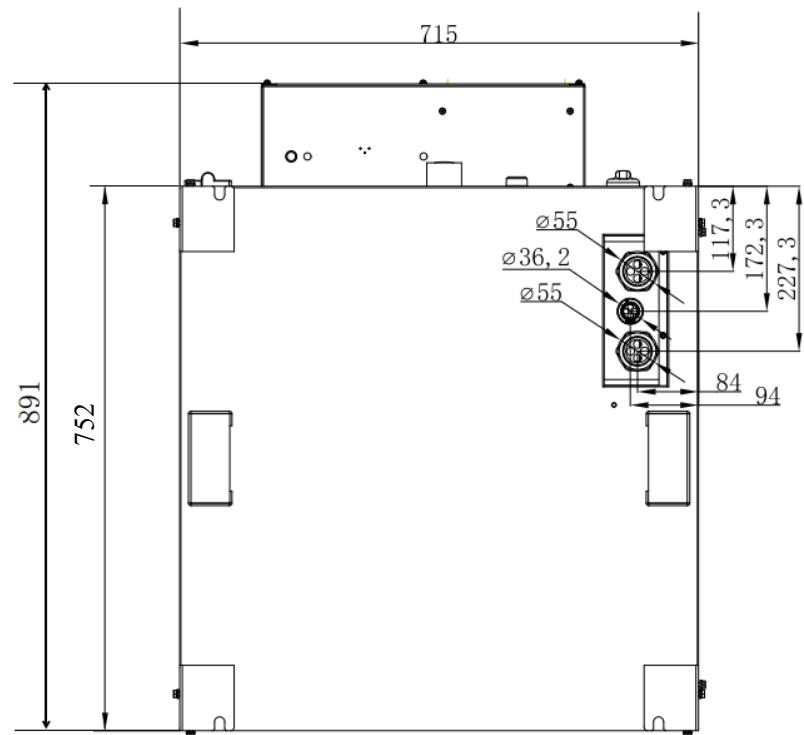

Abbildung 3.2.3 Positionierungsdiagramm der Durchgangsbohrungen am Schrankboden
(3) Bei der unterirdischen Verlegung (insbesondere bei Verwendung mehrerer Schränke und Maschinen) ist die Angabe in Abbildung 3.2.3 zum Betonfundament zu beachten, um die Ausrichtungsnut vorzusehen. Die Tiefe der Ausrichtungsnut sollte weniger als 100 mm betragen (Abbildung 3.3.3).